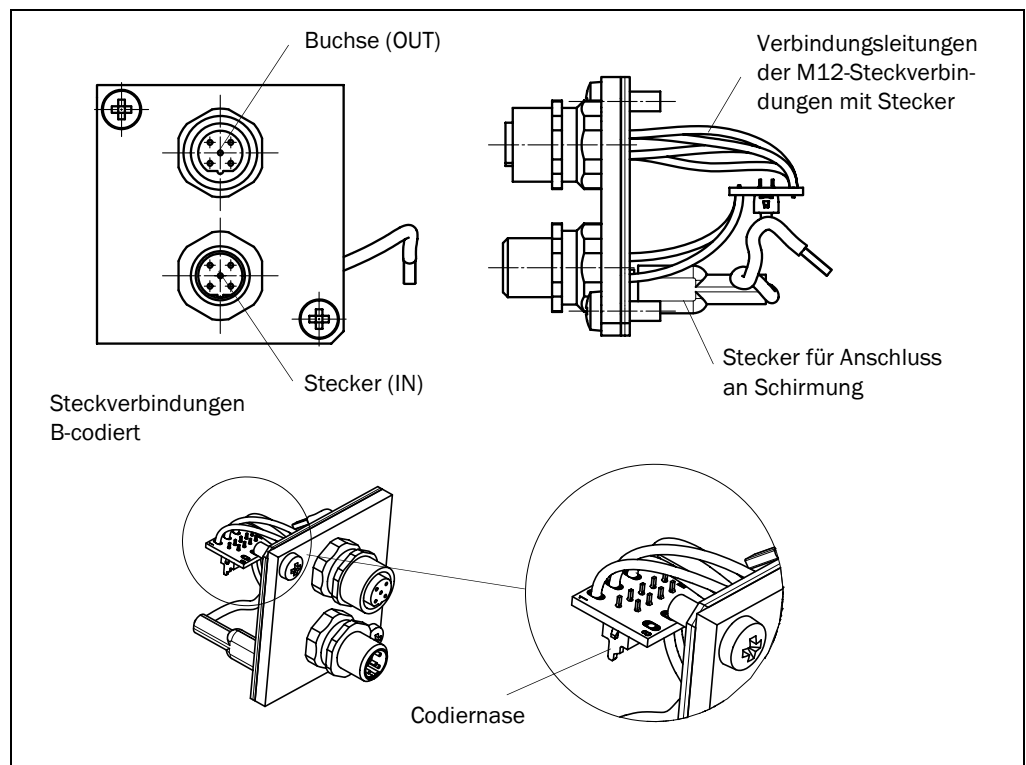

Abb. 2-4: Frontblende des CMF 400-1201: M12-Steckverbindungen (IP 65) für Profibus-DP
1. Stecker des Schirmung-Anschlusses auf die neue Frontblende (Abb. 2-4) aufstecken.